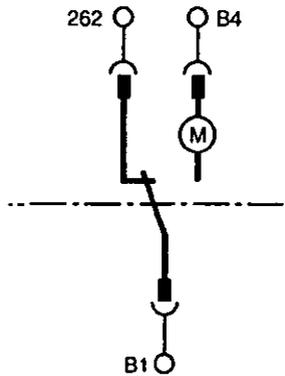

FIGURA 2.16. Contacto muelles cargados CH.
**Contacto muelles cargados CH.**- El contacto auxiliar de fin de carrera del motor-reductor; puede señalar la posición "armado" del mecanismo (muelles cargados). La figura 2.16 muestra el contacto de muelles cargados "CH" utilizado en los esquemas eléctricos.